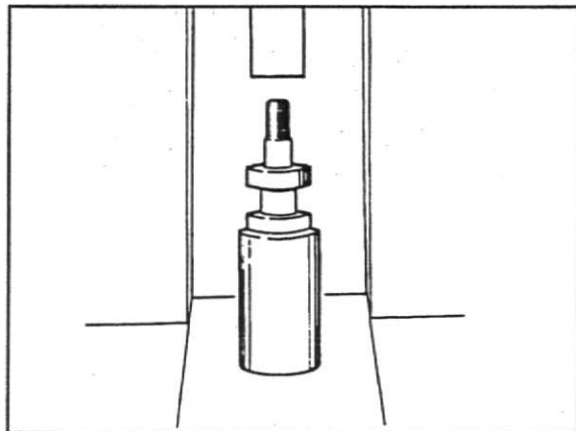

Fig. 11
7. Remova o rolamento dianteiro, o espaçador, o rolamento traseiro do eixo da bomba e a chaveta. Utilizar uma prensa e a ferramenta nº. 81 418, fig.11.